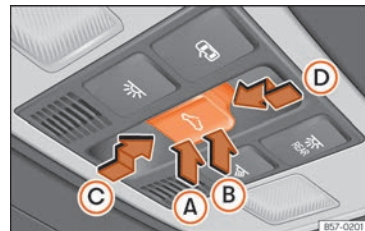

Abb. 93 Im Dachhimmel: Taste des Glasdachs.
Die Taste  Abb. 93 hat zwei Stufen. In der ersten Stufe kann das Glasdach ausgestellt sowie ganz oder teilweise geöffnet oder geschlossen werden.
• *Glasdach*: 5 Sekunden ab der Aktivierung des Einklemmschutzes verstreichen, drücken Sie die Taste ⇄ »» Abb. 93 bis zur zweiten Stufe in Pfeilrichtung »» Abb. 93 ⓓ bis das Dach vollständig schließt.